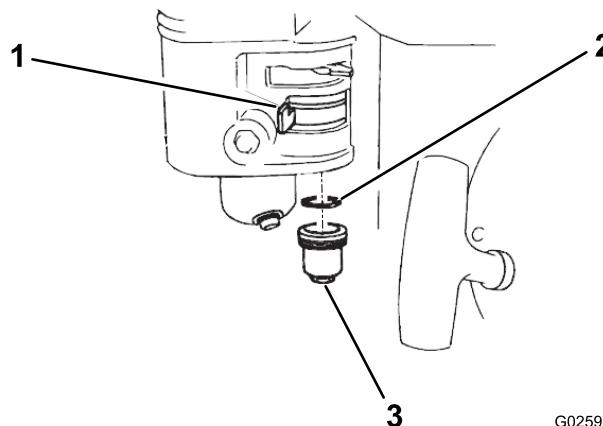

Figura 34
2. Mova a válvula de corte do combustível para a posição DESLIGAR (Figura 34).
3. Retire o copo de sedimentos e anel de retenção (Figura 34).
6. Coloque o anel de retenção na válvula de corte do combustível e instale o copo de sedimentos (Figura 34). Aperte bem o copo de sedimentos.